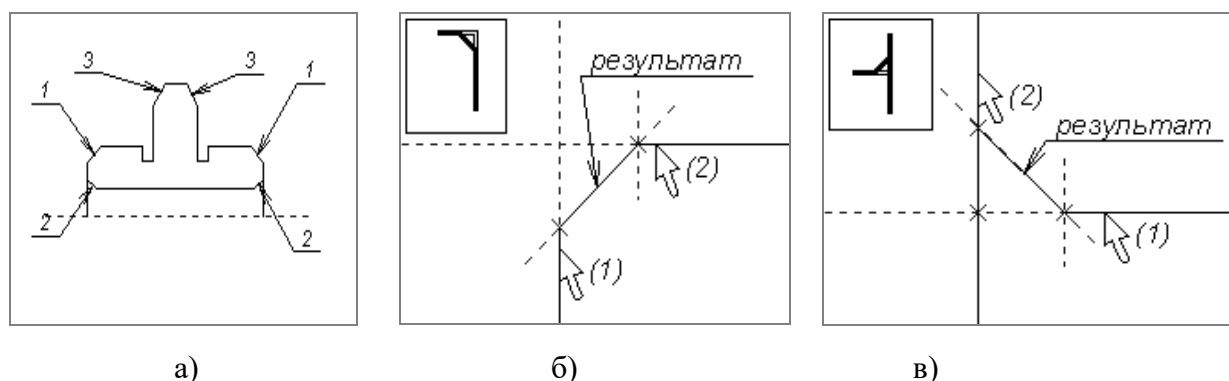

Рисунок 38 – Порядок построения фасок
2.5.2 Создайте фаски 1 и 3 на внешнем контуре и фаски 2 на внутреннем контуре (рисунок 38а). Порядок выполнения: вызвать команду «» («Чертеж|Фаска»). Для построения фаски 1 выбрать в окне «Параметры фаски» одиночную фаску (рисунок 38б), установить размер $3 \times 45^\circ$, подтвердить кнопкой «ОК». Указать курсором на вертикальную линию (1), затем на горизонтальную линию (2). В появившемся окне «Параметры фаски» установите размер $2,5 \times 30^\circ$ и создайте фаски 3 в том же порядке. Для создания фаски 2 в окне «Параметры фаски», выберите из меню одиночную фаску (рисунок 38в), установите размер $2 \times 45^\circ$, подтвердите кнопкой «ОК». Далее нужно указать курсором на горизонтальную линию (1), затем на вертикальную линию (2). Курсор (2) располагать чуть выше линии контура отверстия.